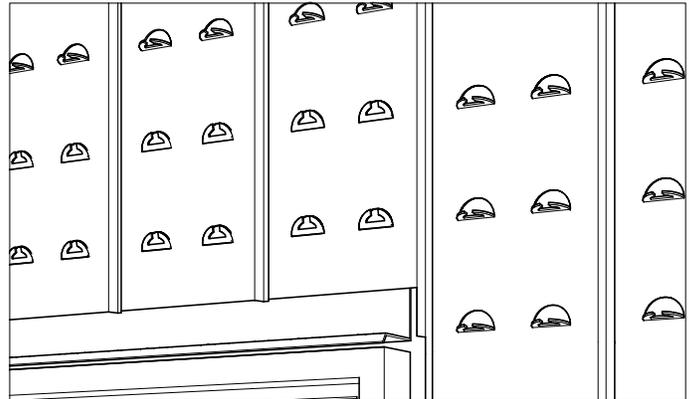

FIGURA 13
- Para crear una fila de soldado, aplane las filas de garras de sujeción que quedan detrás (pero no por encima o por debajo). de la fila de soldos de tal forma que el ladrillo quede plano contra el panel de soporte e instalar el ladrillo verticalmente siguiendo el procedimiento descrito anteriormente (vea Figura 13 y 14).